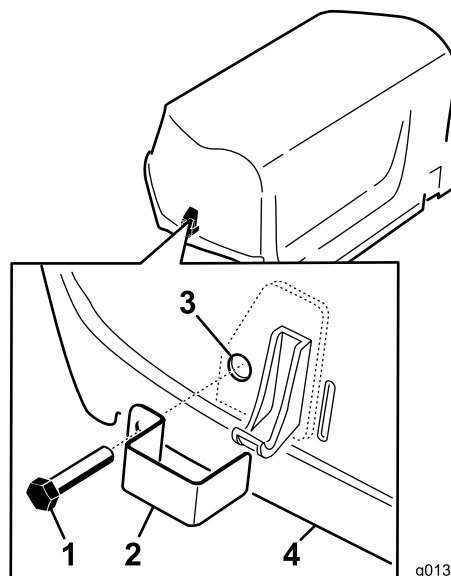

Figura 7
1. Instale o bloqueio do fecho sobre os fechos do capot do lado esquerdo e lado direito com um parafuso de cabeça hexagonal (dois no total) (Figura 7).
2. Utilizando um alicate ou uma chave ajustável, aperte uma anilha de bloqueio interna em cada parafuso (1-2 roscas) para prender o parafuso (Figura 7).